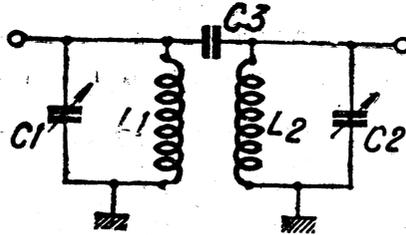

Figure 6
3) Couplage capacitif par tension (fig. 6).